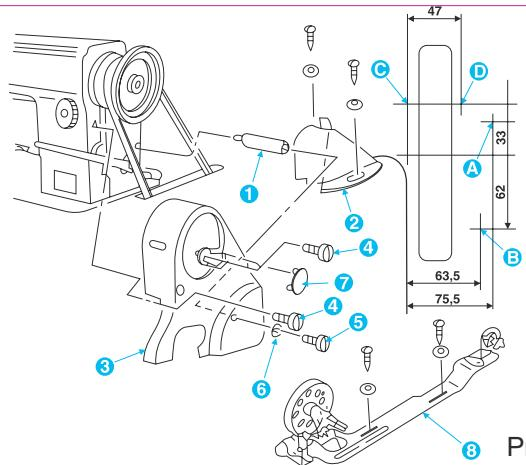
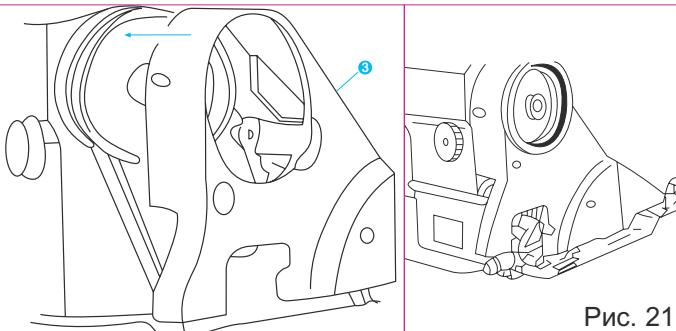

Рис. 20
Рис. 21
1. В столе просверлите два отверстия (A) и (B) рис.20 под прилагающиеся шурупы.
2. Закрепите моталку (6) на столе с помощью шурупов с шайбами, ввернув их в отверстия (A) и (B).
3. Вкрутите опору (1) кожуха в резьбовое отверстие рукава машины.
4. Кожух приводного ремня может быть двух типов — разборный и цельный. Разборный кожух состоит из двух основных частей — передней (4) и задней (5). Сначала установите переднюю часть(4), закрепив ее на рукаве машины через прокладку (2) с помощью винта. Затем установите маховое колесо с ремнем, как показано на рис.20.
5. Через прокладку (3) с помощью винта закрепите заднюю часть кожуха (5). Убедитесь, что ремень, колесо моталки и маховое колесо при вращении не задевают кожух.
6. Цельный кожух (3) рис.21, установите и закрепите так, как показано на рис.21. Убедитесь, что ремень, колесо моталки и маховое колесо при вращении не задевают кожух.